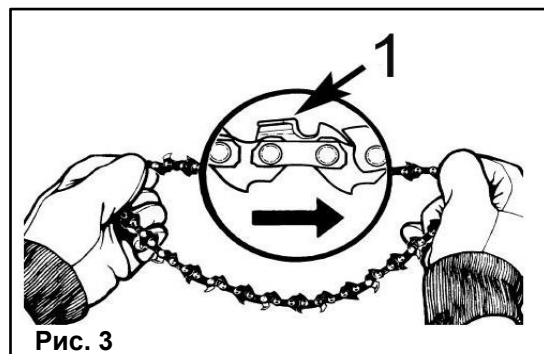

Рис. 3
- Растяните цепь так, чтобы резцы были направлены ПО ЧАСОВОЙ СТРЕЛКЕ к вращению (Рис. 3).
- Установите крышку шины (9) на место, удостоверившись, что выравнивающий штифт находится в нижнем отверстии шины. Проверьте, что цепь не соскакивает с шины. Установите предохранительные гайки шины и затяните их вручную.